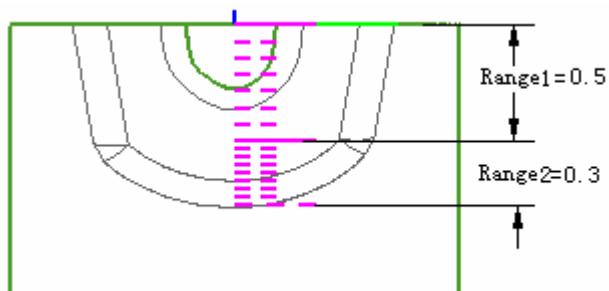

图 5-20
- 双击 MCS_MILL，定义 MCS 与 WCS 重合，如图 5-20 所示，单击 OK。
- 双击 WORKPIECE，定义如图 5-20 所示的零件和毛坯（使用自动块选项），单击 ，指定一种零件材料，单击 OK 确认，再单击 OK 结束工件定义。